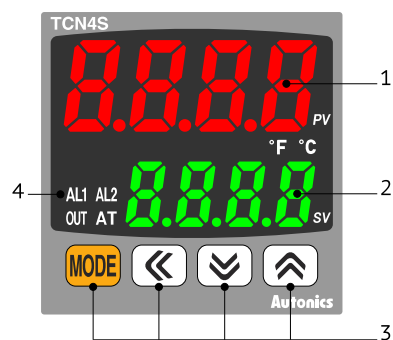

Рисунок 3
Панель терморегулятора представлена на Рис. 3. На панели находятся: два цифровых дисплея (1) и (2), в рабочем режиме отображающие текущую температуру в котле и заданное значение температуры соответственно.